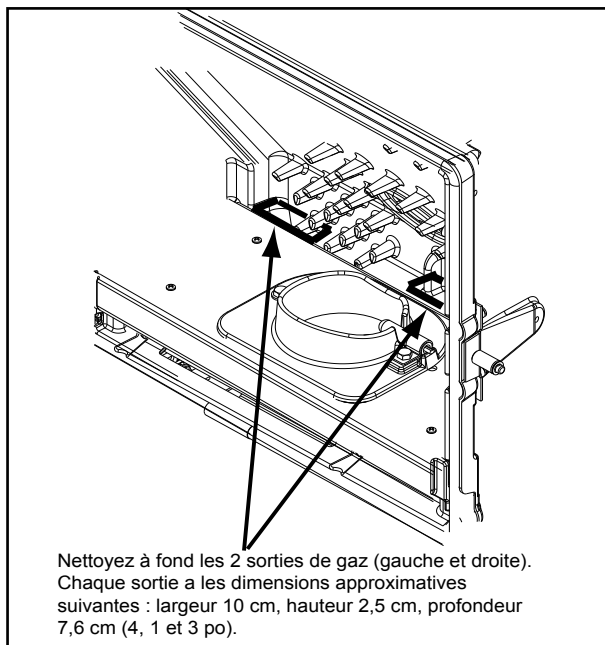

Figure 24.2
- d. Utilisez l'embout pour endroits difficiles pour terminer le nettoyage des ailettes de l'échangeur de chaleur. Il est crucial de bien nettoyer les 2 sorties des gaz (gauche et droite) à l'arrière du fond de la boîte à feu. **Figure 24.2.** Vous pouvez utiliser plusieurs méthodes.